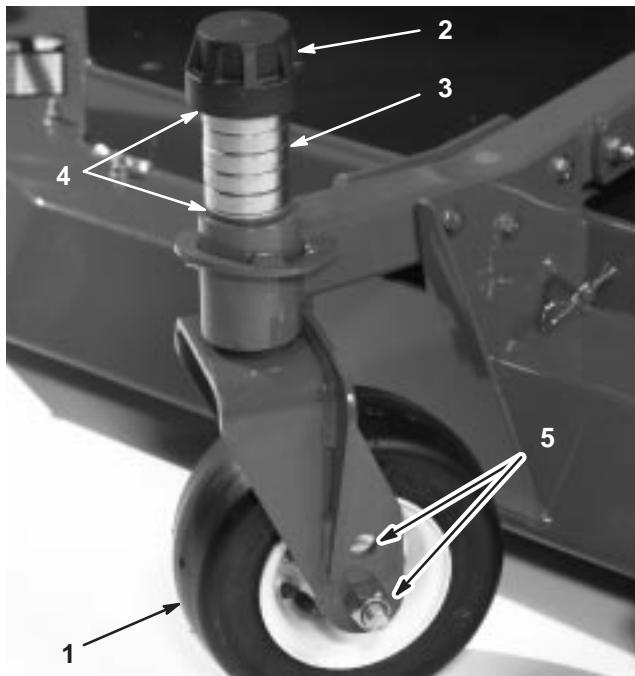

Figure 10
3. Enlevez le chapeau de tension de l'axe de pivot (Fig. 10) et sortez l'axe du bras pivotant. Replacez les 2 cales (3 mm) sur l'axe de pivot comme à l'origine. Elles sont requises pour que le plateau de coupe soit parfaitement de niveau sur toute la largeur. Placez le nombre requis d'entretoises de 13 mm (voir le tableau ci-dessous) sur l'axe de pivot pour obtenir la hauteur de coupe voulue, puis ajoutez la rondelle.